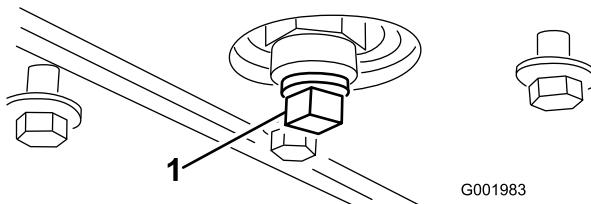

Figura 48
- Retire el tapón de vaciado (Figura 48).